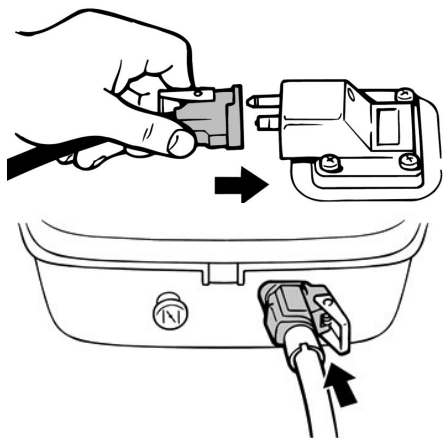

Рис. 27 Подключение внешнего топливного бака
1. Подключите внешний топливный бак к двигателю с помощью топливного шланга (Рис. 27).